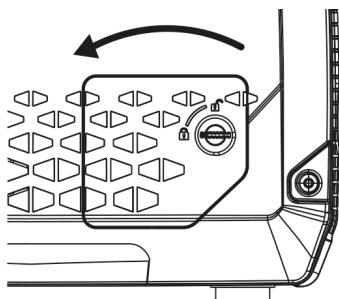

рис. 2
- Для доступа к маслосливной горловине, откройте лючок доступа к маслосливной горловине, расположенный на боковой части кожуха генератора (рис. 2).